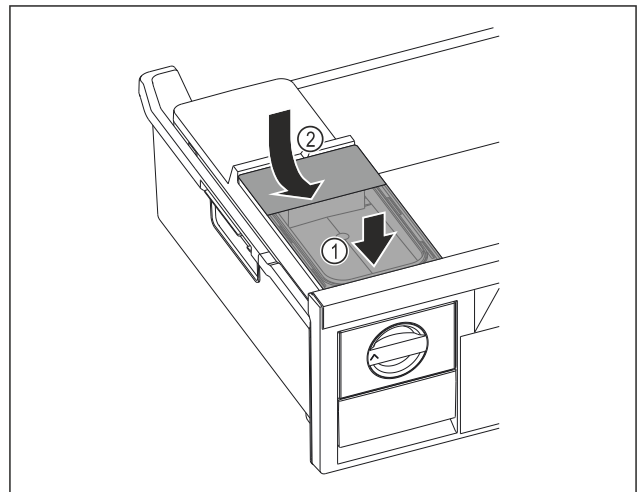

Fig. 152
- ▶ Wassertank vorne ansetzen. Fig. 152 (1)
- ▶ Wassertank hinten absenken. Fig. 152 (2)